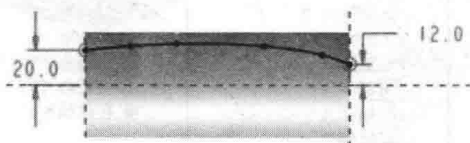

图 1.4 草图 1
Step3. 创建图 1.4 所示的草图 1。在操控板中单击“草绘”按钮 **↶**; 选取 FRONT 基准平面为草绘平面, 选取 RIGHT 基准平面为参考平面, 方向为 **下**, 单击 **草绘** 按钮, 绘制图 1.4 所示的草图。